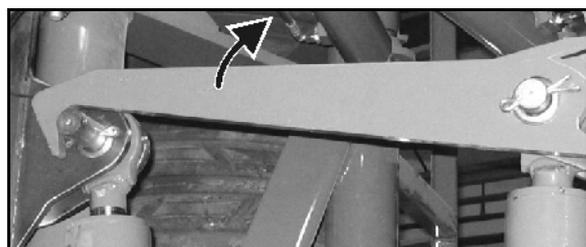

Fig. 76
- Trinquete de seguridad desbloqueado (Fig. 76).